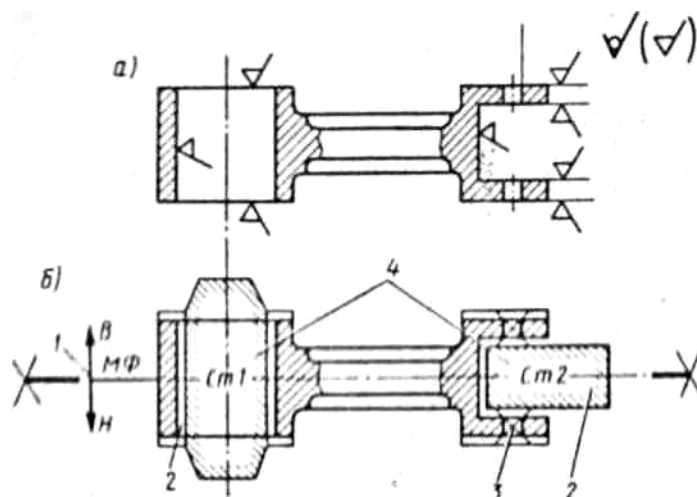
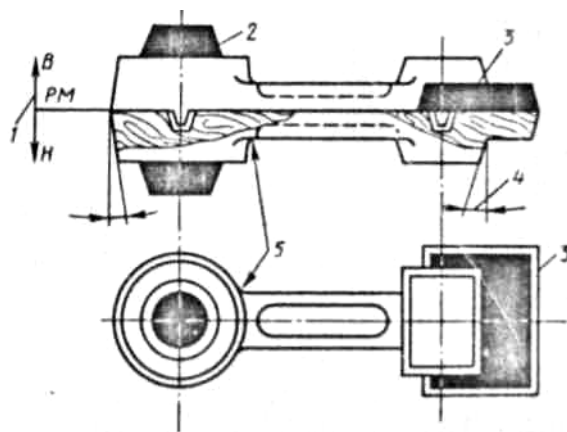
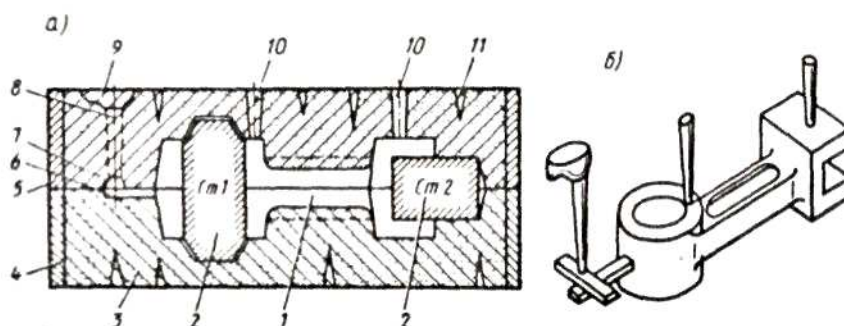
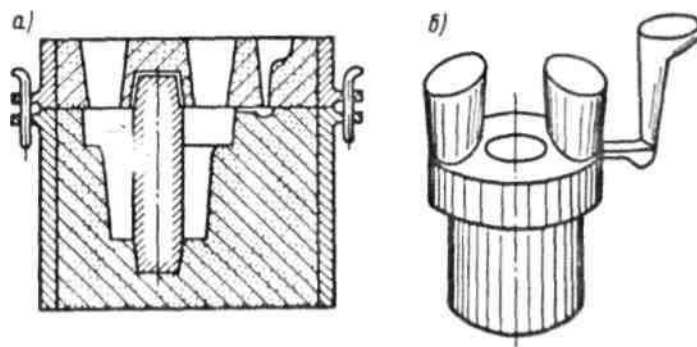

Рис. 1
Рис.2
Рис. 5
Рис.6
Стержни обозначают буквами "Ст" и порядковыми номерами, например, Ст1, Ст2 (рис. 1, б).
5. Литниковую систему и прибыли изображают сплошной тонкой линией, которую допускается выполнять красным цветом. На рис. 1, б литниковая система не показана.
Припуски на механическую обработку и размеры знаковых частей стержня определены Государственным стандартом. Чертеж (эскиз) "Элементы литниковой формы" служит основой для разработки модельного комплекта: модели и стержневых ящиков. На рис. 2 дан эскиз деревянной модели для ручной формовки. Модель имеет разъем 1, стержневые знаки 2, 3 (они окрашены черным цветом), конфигурация которых соответствует конфигурации знаков, указанных на рис. 1, б (Ст1 и Ст2). На модели
Эскиз собранной питейной формы (вертикальный разрез) для разрабатываемой технологии изготовления отливки (см. рис. 1) приведен на рис. 5, а, а_ готовой отливки с литниковой системой - на рис. 5, б. Литейная форма в сборе состоит из следующих элементов: полости формы / стержня 2, формовочной смеси 3, опоки нижней 4, опоки верхней 5, питателя 6, шлакоуловителя 7, стояка 8, литниковой чаши 9, выпора 10, газоотводящих каналов 11. Обратите внимание на графическое изображение каждого элемента литниковой формы: полость формы и каналы литниковой системы не штрихуются, стержень заштрихован у контура.
На рис. 6 показаны: литейная форма для стальной отливки (а) и отливка с литниковой системой (б). Обратите внимание на прибыли, а также на различие конструкций литниковой системы для чугуна (см. рис. 5) и стальной отливки (рис. 6). В форме для стального литья отсутствует шлакоуловитель, так как конструкция заливочного ковша обеспечивает задержание шлака.